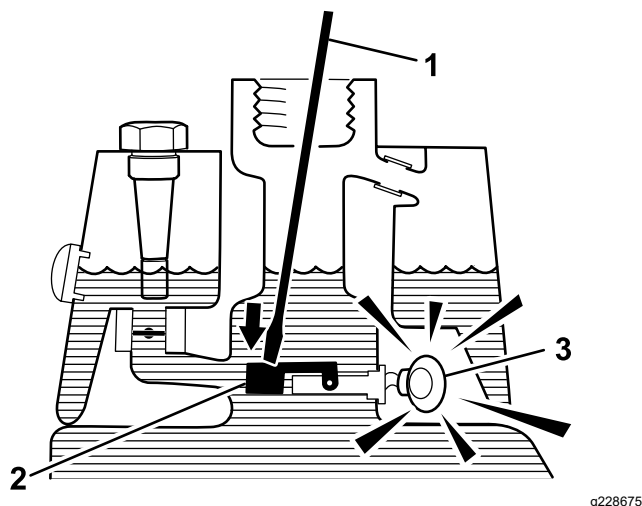

Figure 61
3. Introduisez une tige ou un tournevis propre dans le goulot du réservoir et enfoncez doucement le flotteur du contacteur de niveau (Figure 61) ; l'alarme devrait se déclencher au bout d'une seconde.